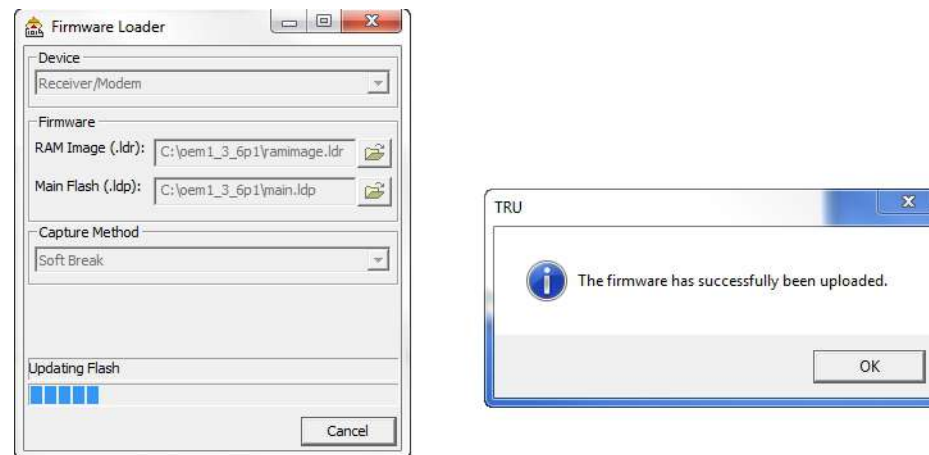

Рис. 9: Завершение загрузки встроенного программного обеспечения
8. Нажмите **ОК**, чтобы продолжить загрузку нового встроенного программного обеспечения на приемник (см. Рис. 9).